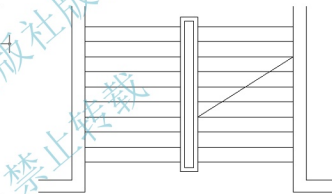

图 2.119 绘制斜线
(1) 打开【对象捕捉】功能，在右侧楼梯段上绘制出一条斜线，如图 2.119 所示。